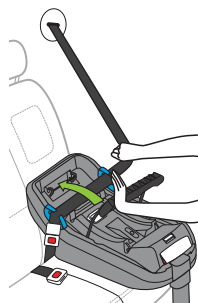

Figura 60b
- Mientras sujeta el cinturón de hombro con una mano, use la otra para girar el tensor del cinturón hacia la parte trasera del vehículo hasta que mantenga el cinturón del vehículo en tensión, como se muestra en la **Figura 60b**. Use ambas manos para presionar firmemente hacia abajo y bloquear el tensor del cinturón.